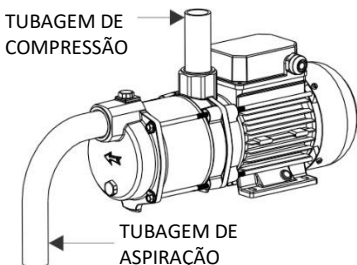

Fig.1
- A tubagem de aspiração (Fig.1) deve ter um diâmetro igual ou superior ao orifício de entrada da bomba, conservando uma inclinação ascendente de pelo menos 2%, para facilitar a purga.
- Procure que a tubagem de compressão (Fig. 1) tenha um diâmetro igual ou inferior ao orifício de saída da bomba.